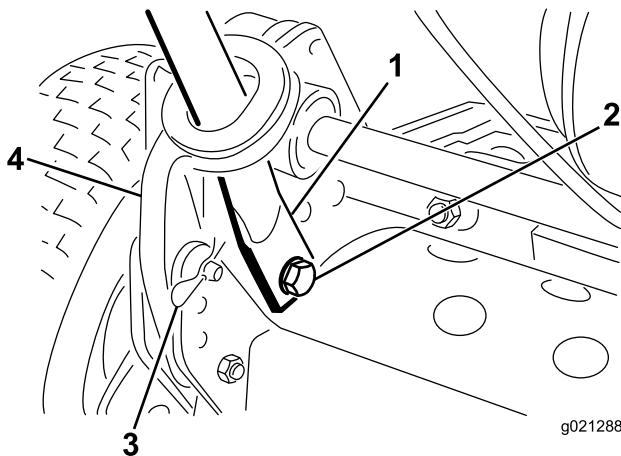

図3
- ハンドルの端を内側にたわめながら、取り付けピンに通す(図3)。
- 先ほど外したボルトとワッシャとロックワッシャを使って、ハンドルの端部を取り付けピンに固定する(図3)。
- 先ほど取り外したヘアピンコッターとリングピンを使ってハンドルアームをフレームに固定する(図3)。